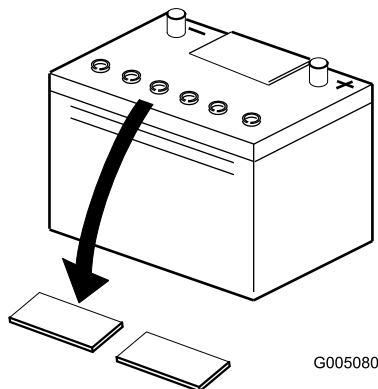

Figura 3
2. Pulite la parte superiore della batteria e togliete i tappi di sfiao (Figura 3).